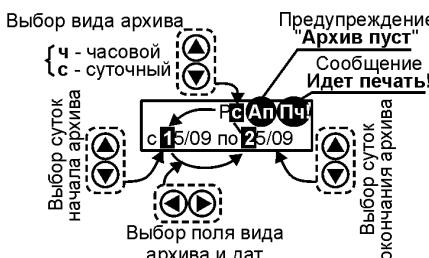

Рис. 4.3 - Пример выбора типа архива и интервала дат для вывода показаний на принтер
**Печать.** При входе в данный подраздел (рис. 4.3) на верхней строке индикатора индицируется обозначение **Rс** (режим печати суточного архива) с мерцающим символом «**с**» (вывод из суточного архива), а на нижней – поля исходных пределов (сутки/месяц) интервала дат, за который необходимо распечатать архив.